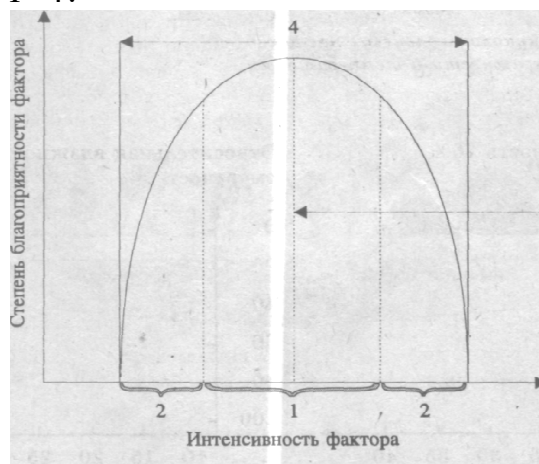

Рис. 1. Схема действия экологического фактора на организм.
3. Рассмотрите рис. 1. Объясните, в чем проявляется общая закономерность действия экологического фактора на организм? Что обозначено цифрами 1- 4?